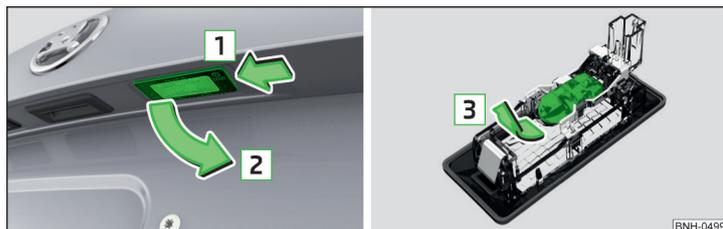

Fig. 194 Desmontar la luz de la matrícula / cambiar la bombilla
- Empujar la lámpara en la dirección de la flecha [1] » fig. 194.